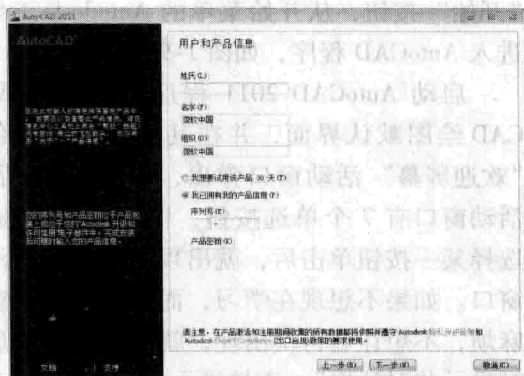

图 1-4 用户和产品信息
- 4) 用户信息界面。输入姓氏、名字、组织, 每项最少要输入一个字符, 如图 1-4 所示。